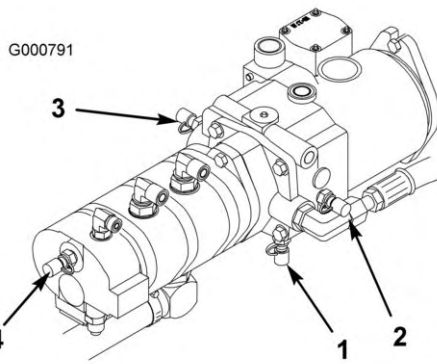

図 80
4. テストポートDはトランスミッションの下にあり (図 80) 、トランスミッションのチャージ圧の測定用です。
5. テストポートE (図 80) は、前進走行油圧の測定用です。
6. テストポートF (図 80) 後退走行油圧の測定用です。
7. テストポートG (図 80) は、パワステ油圧の測定用です。